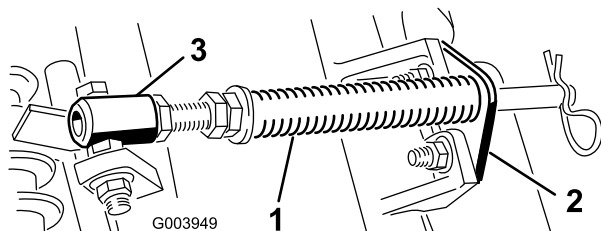

**Figure 9**
5. Veillez à monter le contrepoids (Figure 9) du bon côté de l'unité de coupe, comme expliqué dans le *Manuel de l'utilisateur* de l'unité de coupe.